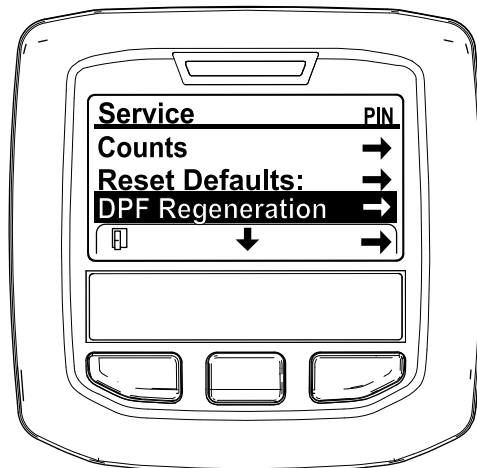

Figura 43
3. En el MENÚ SERVICIO, pulse el botón central hasta que se muestre la opción REGENERACIÓN DEL FPD, y pulse el botón derecho para seleccionar la opción REGENERACIÓN DEL FPD (Figura 43).